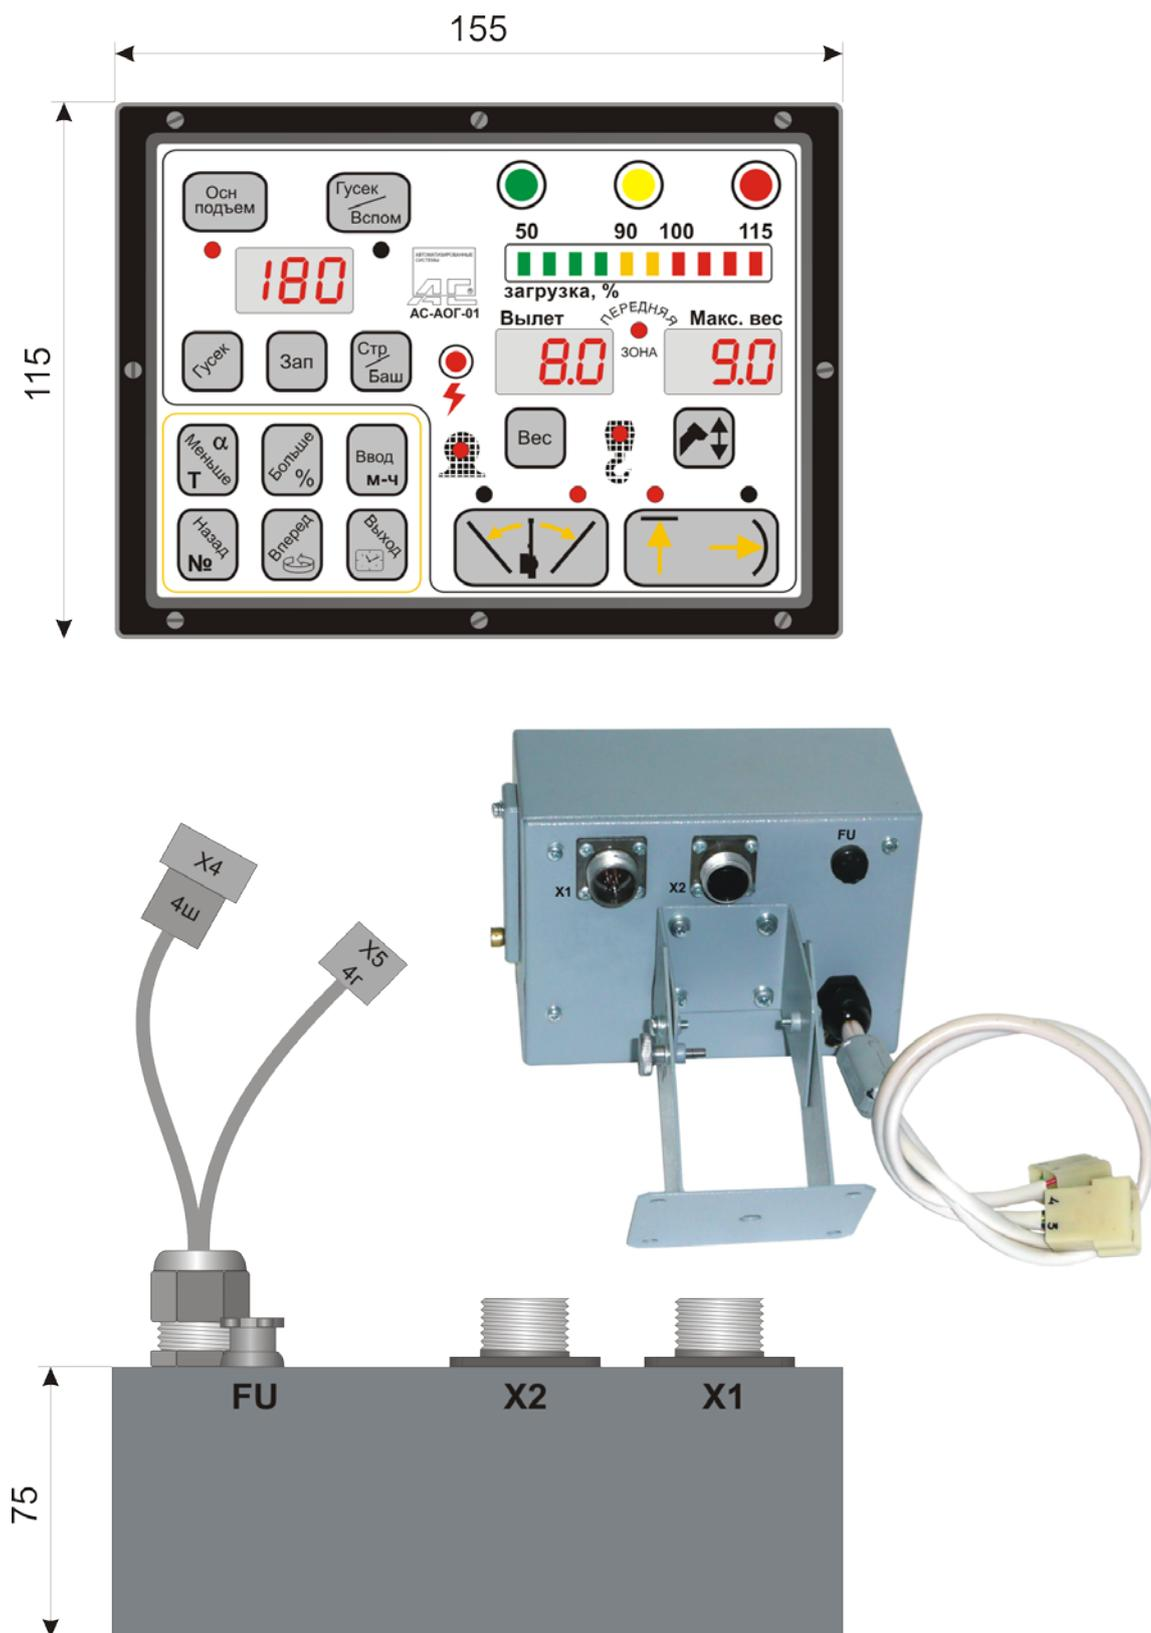
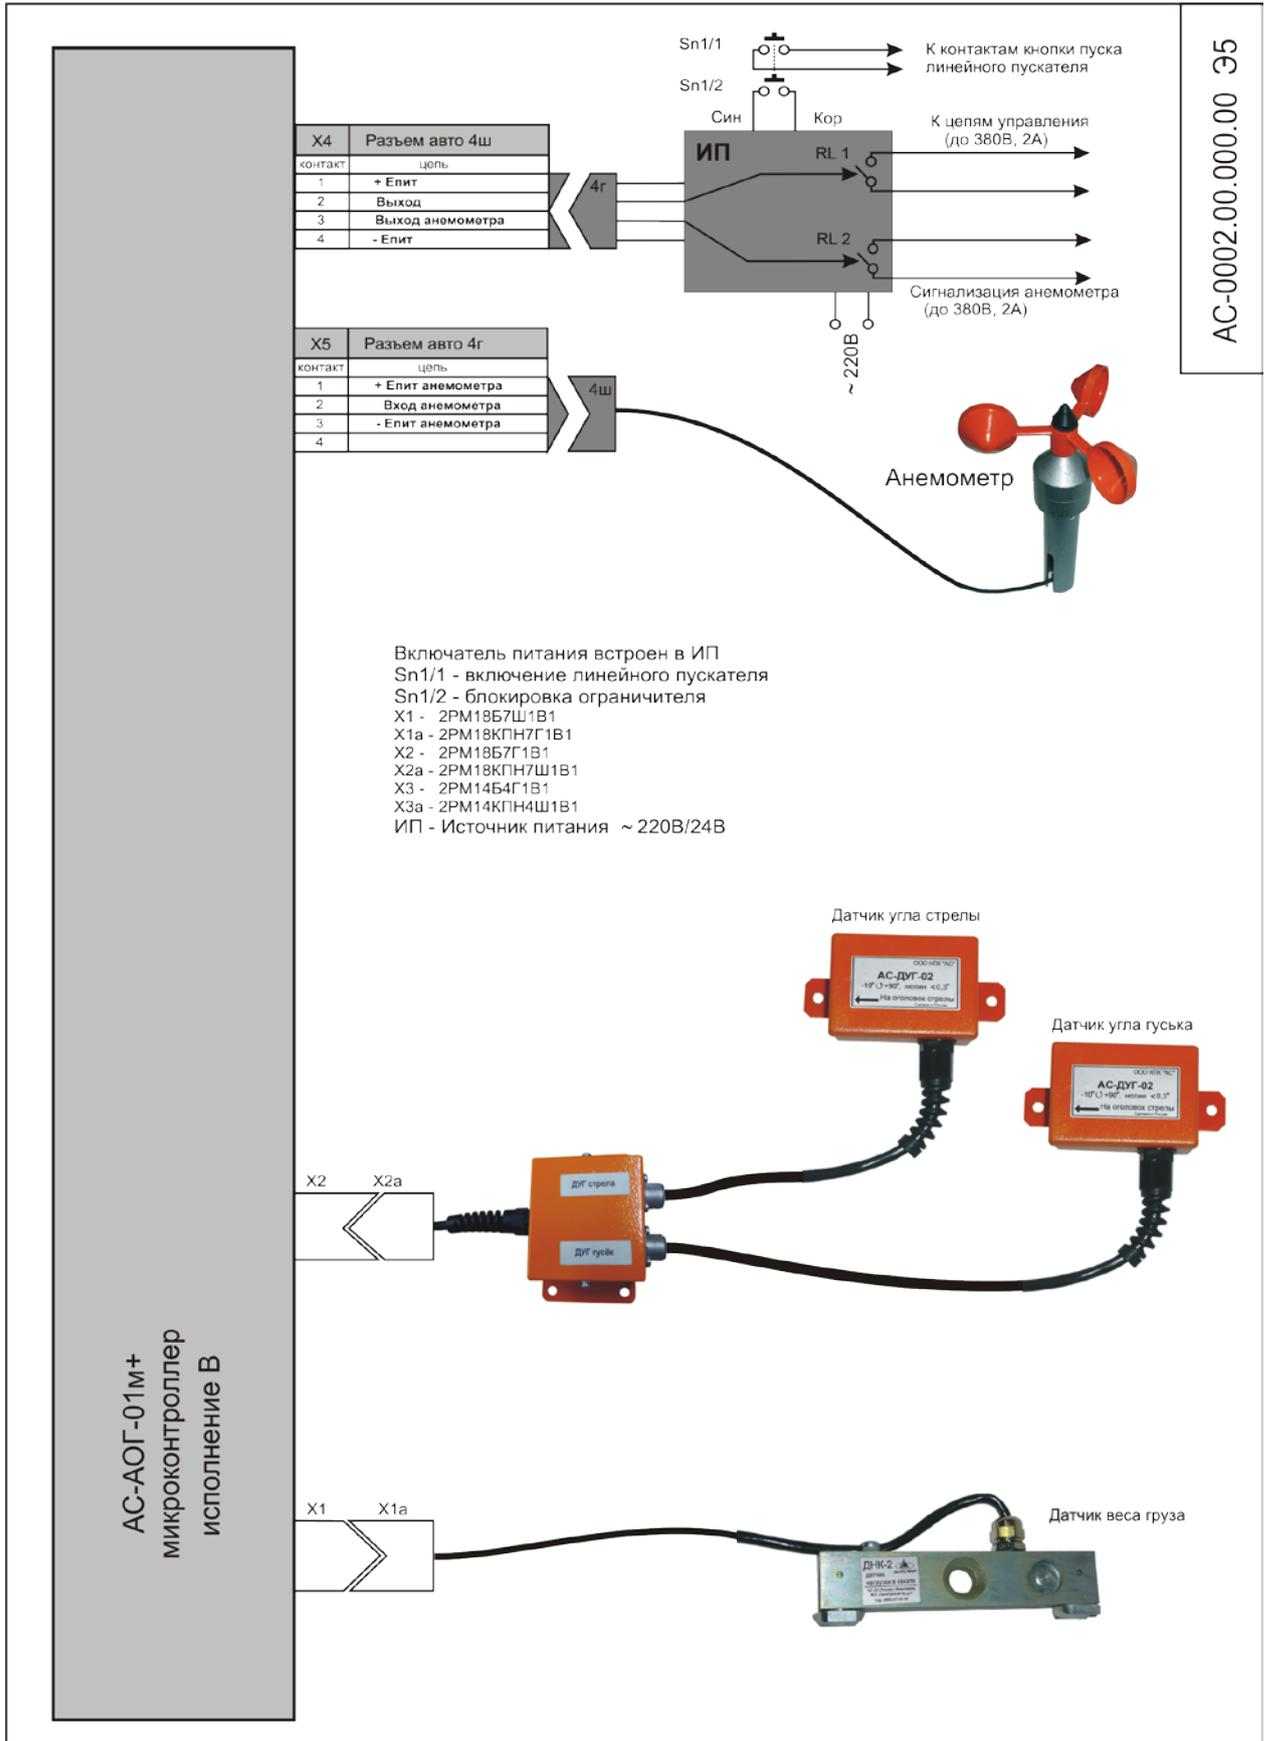

Рис.2
Рис.3
| 1) блок АОГ, включающий "Регистратор параметров" | 1 шт,рис.2; |
6.1. Описание работы проводится по схеме Рис.3.
Подсоединение АОГ к электрооборудованию крана должно быть произведено в соответствии со схемой подключения Рис.3, через контакты разъема Х4 блока АОГ, Рис.2, расположенного на шлейфе, выходящем через гермовывод на задней стенке блока АОГ.
6.3. Напряжение питания от источника питания ИП при установке выключателя, размещенного на источнике питания ИП в положение ВКЛ подается на контакты разъема Х4 блока АОГ, Рис.2.
6.3.3. К блоку питания относятся 2 плавких предохранителя FU1 и FU, расположенных в блоке АОГ, рис.2. Самовосстанавливающийся предохранитель FU1 (1А) размещен внутри блока и предназначен для защиты внутренних электронных цепей блока АОГ, а плавкий предохранитель FU (5А), размещен на задней стенке блока АОГ и предназначен для защиты цепей управляющих реле от короткого замыкания. Питание реле осуществляется независимо от внутренних электронных цепей блока АОГ.
4. Блок АОГ представляет собой полнофункциональную 16-разрядную микроЭВМ, состоящую из модуля индикации и вычислительного модуля, объединенного с модулем ввода цифровых сигналов, модулем АЦП и аналоговых сигналов, модулем "Регистратора параметров", модулем блока питания и модулем блока реле (все на одной плате), рис.2.